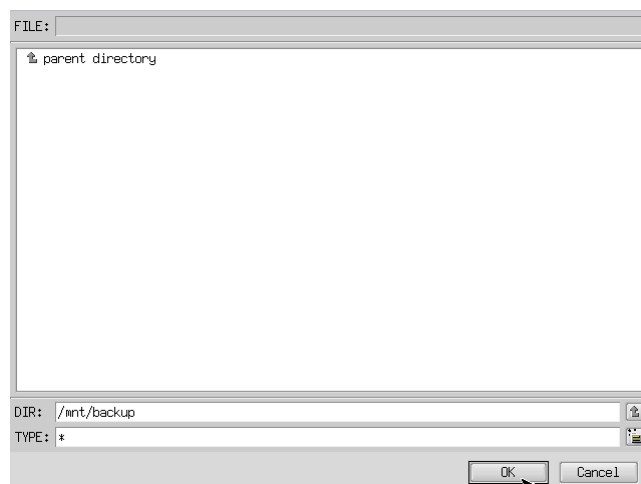

図 5-3-4. フォルダ参照画面
- ⑥ フォルダ参照画面（図 5-3-4）が表示されます。②で接続したパーティションは、/mnt にマウントされますので、/mnt 以下のフォルダを選択してください。[OK]を押すとフォルダ選択画面にもどります。